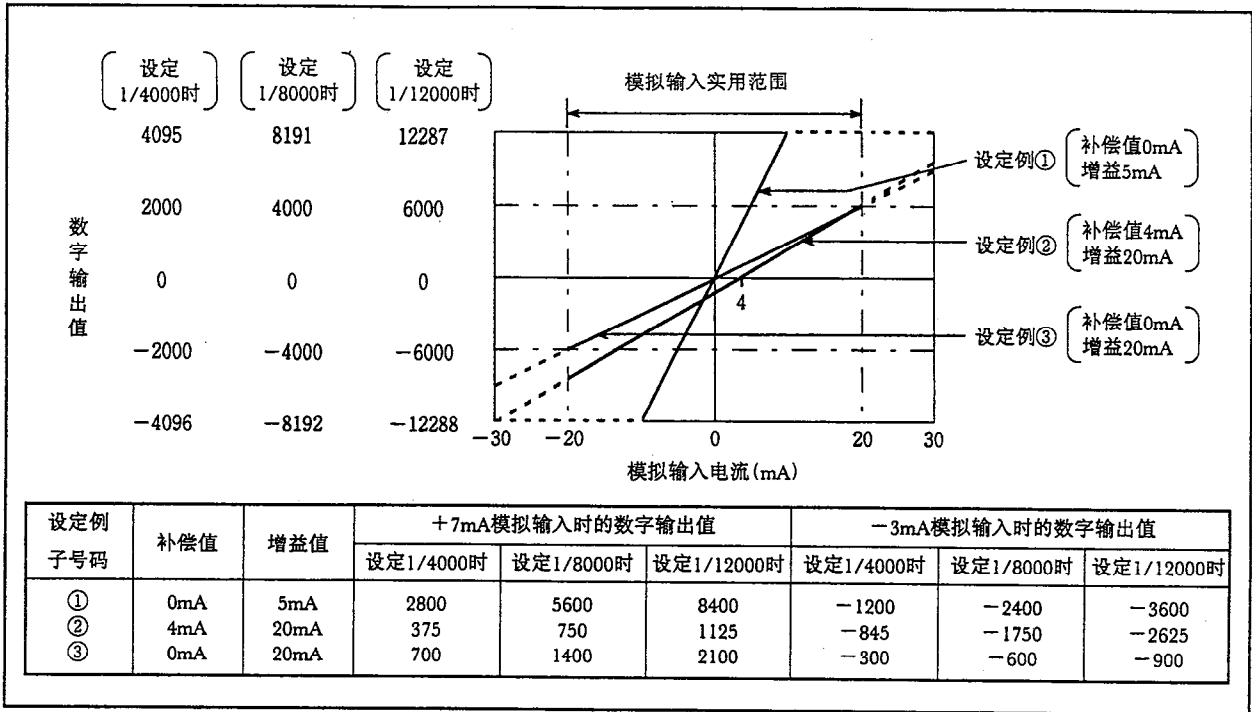

图3.3 电流输入特性
变更补偿·增益设定时的电流输入特性曲线的例子如图3.3所示。
- 输入电流在-20~0~+20mA范围内时，最大分辨率、综合精度能够达到性能规格的要求范围，如超出上述范围就往往不能达到性能规格的精度要求。（请勿在图3.3中的虚线部分使用。）